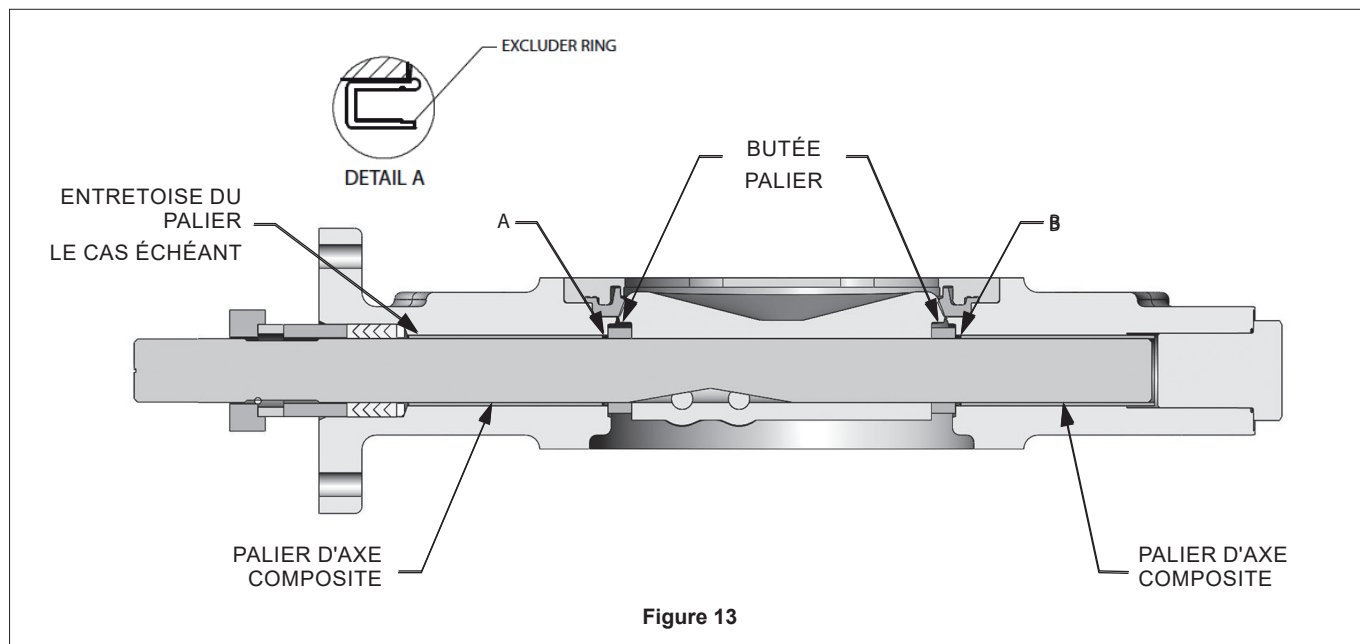

Figure 13
5. Installez les paliers (6) dans les alésages du corps.
7. Positionnez le disque (3) sur le corps entre les paliers de butée (64), et faites glisser l'axe (4) à travers le corps et le disque. Pour les versions à usage intensif, positionnez les bagues d'extrusion dans l'alésage de l'axe du corps comme indiqué à la **Figure 13**. Prenez garde à ne pas endommager les paliers. Le disque est marqué d'une flèche et d'une inscription « BONNET » (chapeau) pour indiquer le sens à respecter par rapport à la plaque de compression (10).
Pour un montage correct, la bague d'extrusion doit être assemblée avec le côté ouvert orienté vers l'orifice d'écoulement des deux côtés. Reportez-vous à la **Figure 13** pour plus d'informations sur le montage correct.